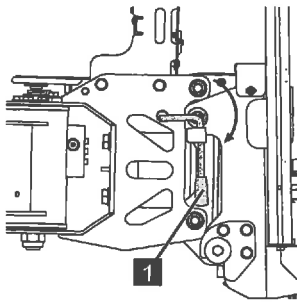

Abb. 154
4. Korbbolzen (Abb.154/1) im Uhrzeigersinn um 90° drehen.